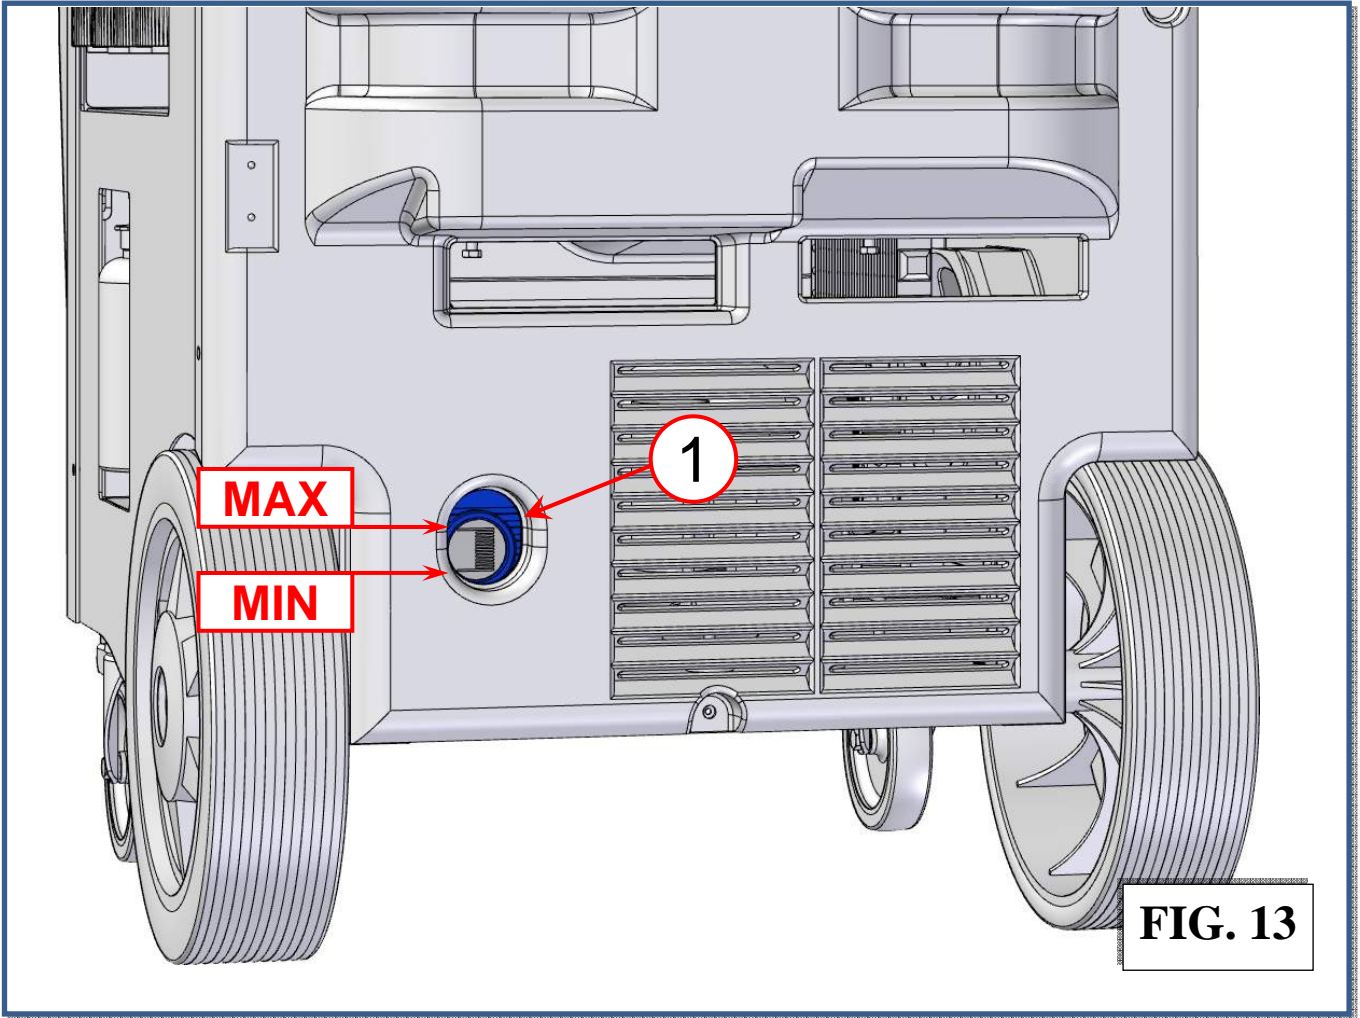

FIG. 13
- Vérifier que l'indicateur de niveau d'huile de la pompe à vide (réf. 1, Fig. 13) indique au moins la moitié. Si le niveau est inférieur, ajouter de l'huile en suivant les indications présentes dans le chapitre MAINTENANCE.